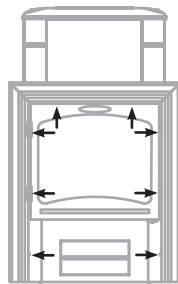

Рисунок 5. Демонтаж дверки при монтаже печи «Тунгуска 2011 Витра»
- 1) открутить саморезы 8 шт., которыми прикрепляется дверка с рамкой к топливному каналу и снять ее; (см. рисунок 5)